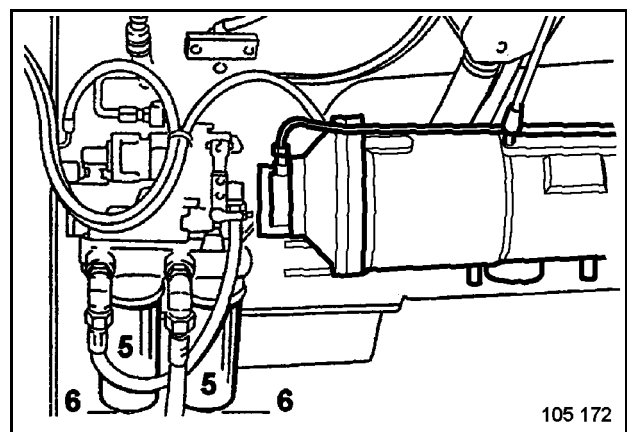

Fig. 3-45:
- Filter (5, Fig. 3-45:) abschrauben